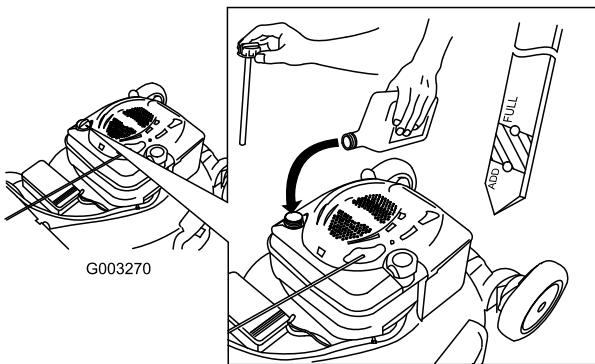

Figura 7
1. Retire la varilla (Figura 7).
2. Vierta **lentamente** aceite en el tubo de llenado hasta que el nivel llegue a la marca "Full" (lleno) de la varilla (Figura 7). **No llene demasiado.** (Capacidad máxima: 0,59 l (20 onzas), tipo: SAE 30W, aceite detergente con clasificación de servicio API SF, SG, SH, SJ, SL o superior.)